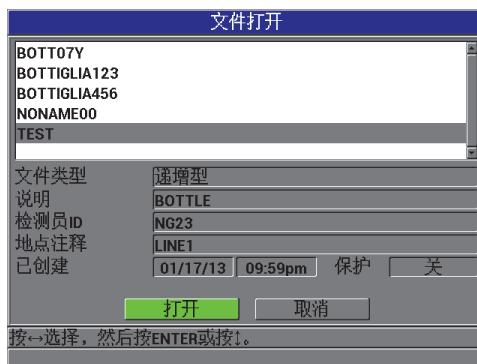

图 7-9 打开文件
2. 在**文件打开**屏幕中（参见第 113 页的图 7-9），从列表中选择一个希望打开的文件，然后按**[确定]**键。